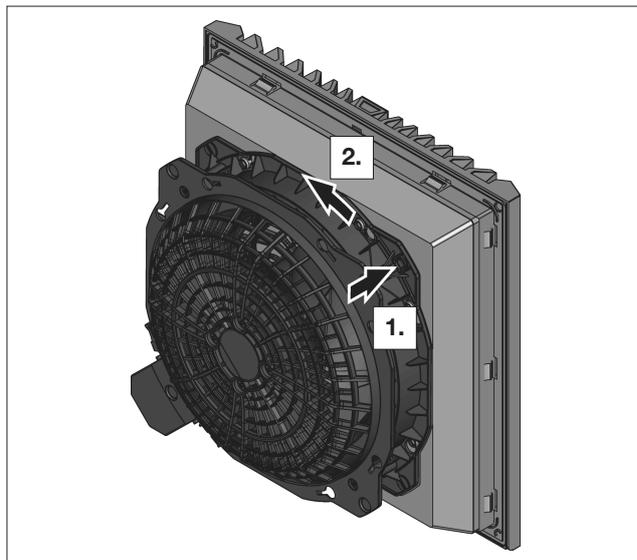

図15: バヨネットロックの解除
- ファンユニットの背面にあるバヨネットロックの解錠ボタンを押してください(図15を参照)。これは、接続端子と反対側の角にあります。